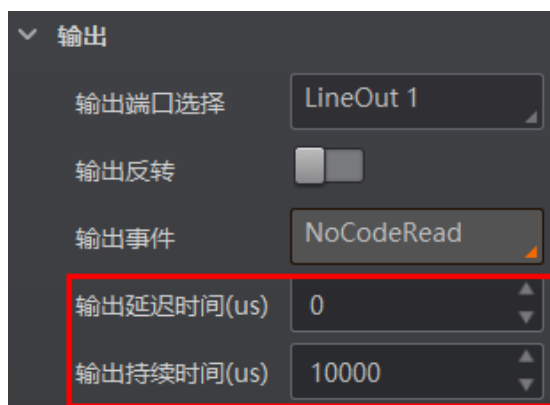

图3-58 光耦输出设置
3. 选择 NoCodeRead 或 ReadSuccess 作为输出事件源时，可根据实际情况设置输出信号延迟时间和输出持续时间。输出延迟时间为输出信号延迟输出事件的时间，输出持续时间为输出信号持续的时长，如图 3-58 所示。